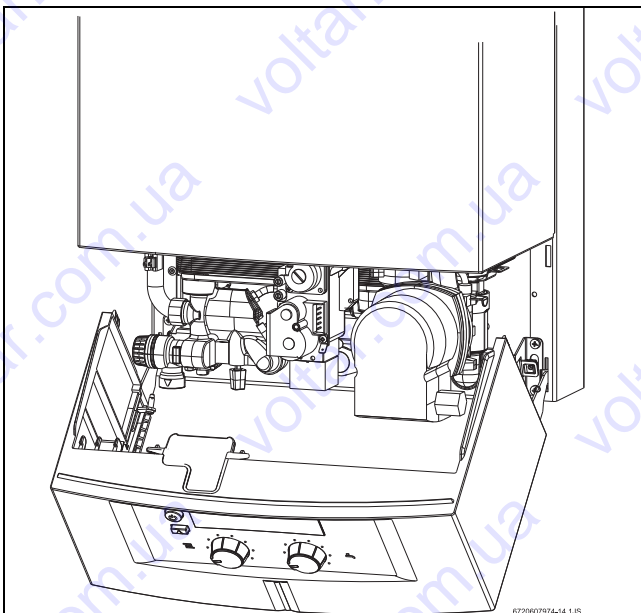

Рис. 26 Сервисная позиция для регулирования газа
- ▶ Перевести панель управления в сервисную позицию (см. рис. 26).